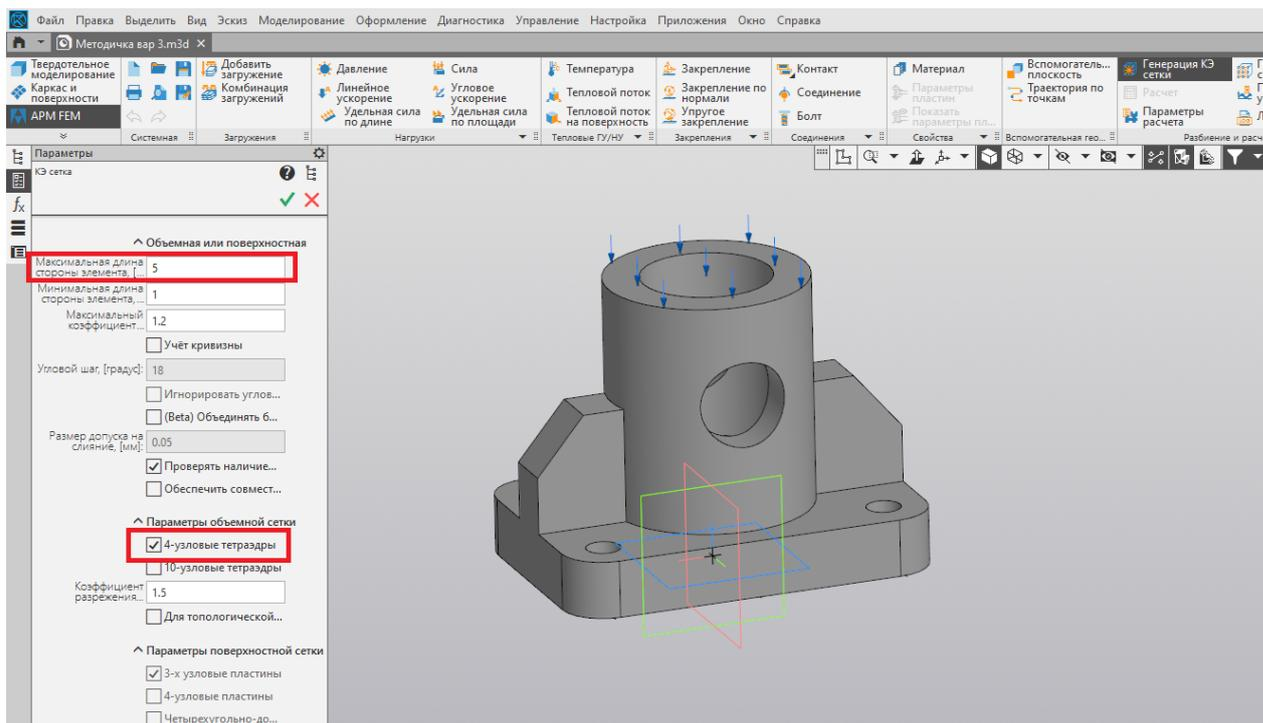

Рис. 169
6. Выбираем команду «Генерация КЭ сетки» и устанавливаем значения, указанные на рис. 169.